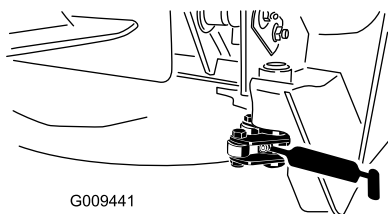

Figura 40
- Pivotes de enganche (2) (Figura 40)